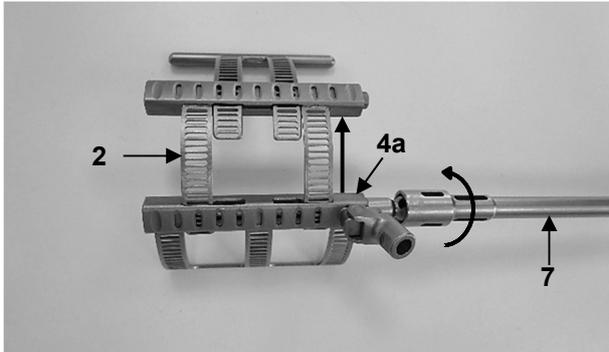
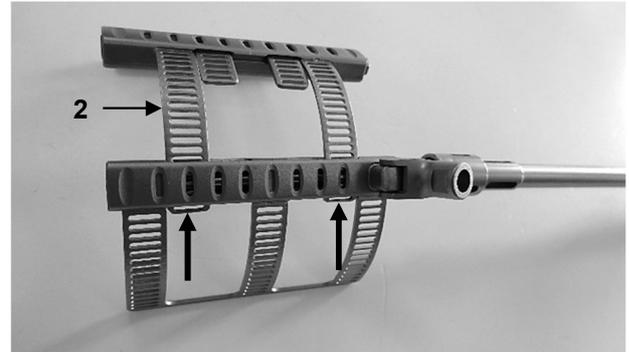

Abb. 3a
Abb. 3b
Anschließend das primäre Element (2) mittels Kardan Schraubendreher LMT-4 (7) ausfahren. Hierfür die Außensechskantschraube an dem Kastenmodul des Basiselements (4a) mithilfe des Kardan Schraubendrehers LMT-4 (7) im Uhrzeigersinn drehen (Abb. 3a). Das primäre Element (2) nur soweit ausfahren, dass das letzte Langloch am Ende des jeweiligen Fächerblattes noch vollständig zu sehen ist (Abb. 3b).